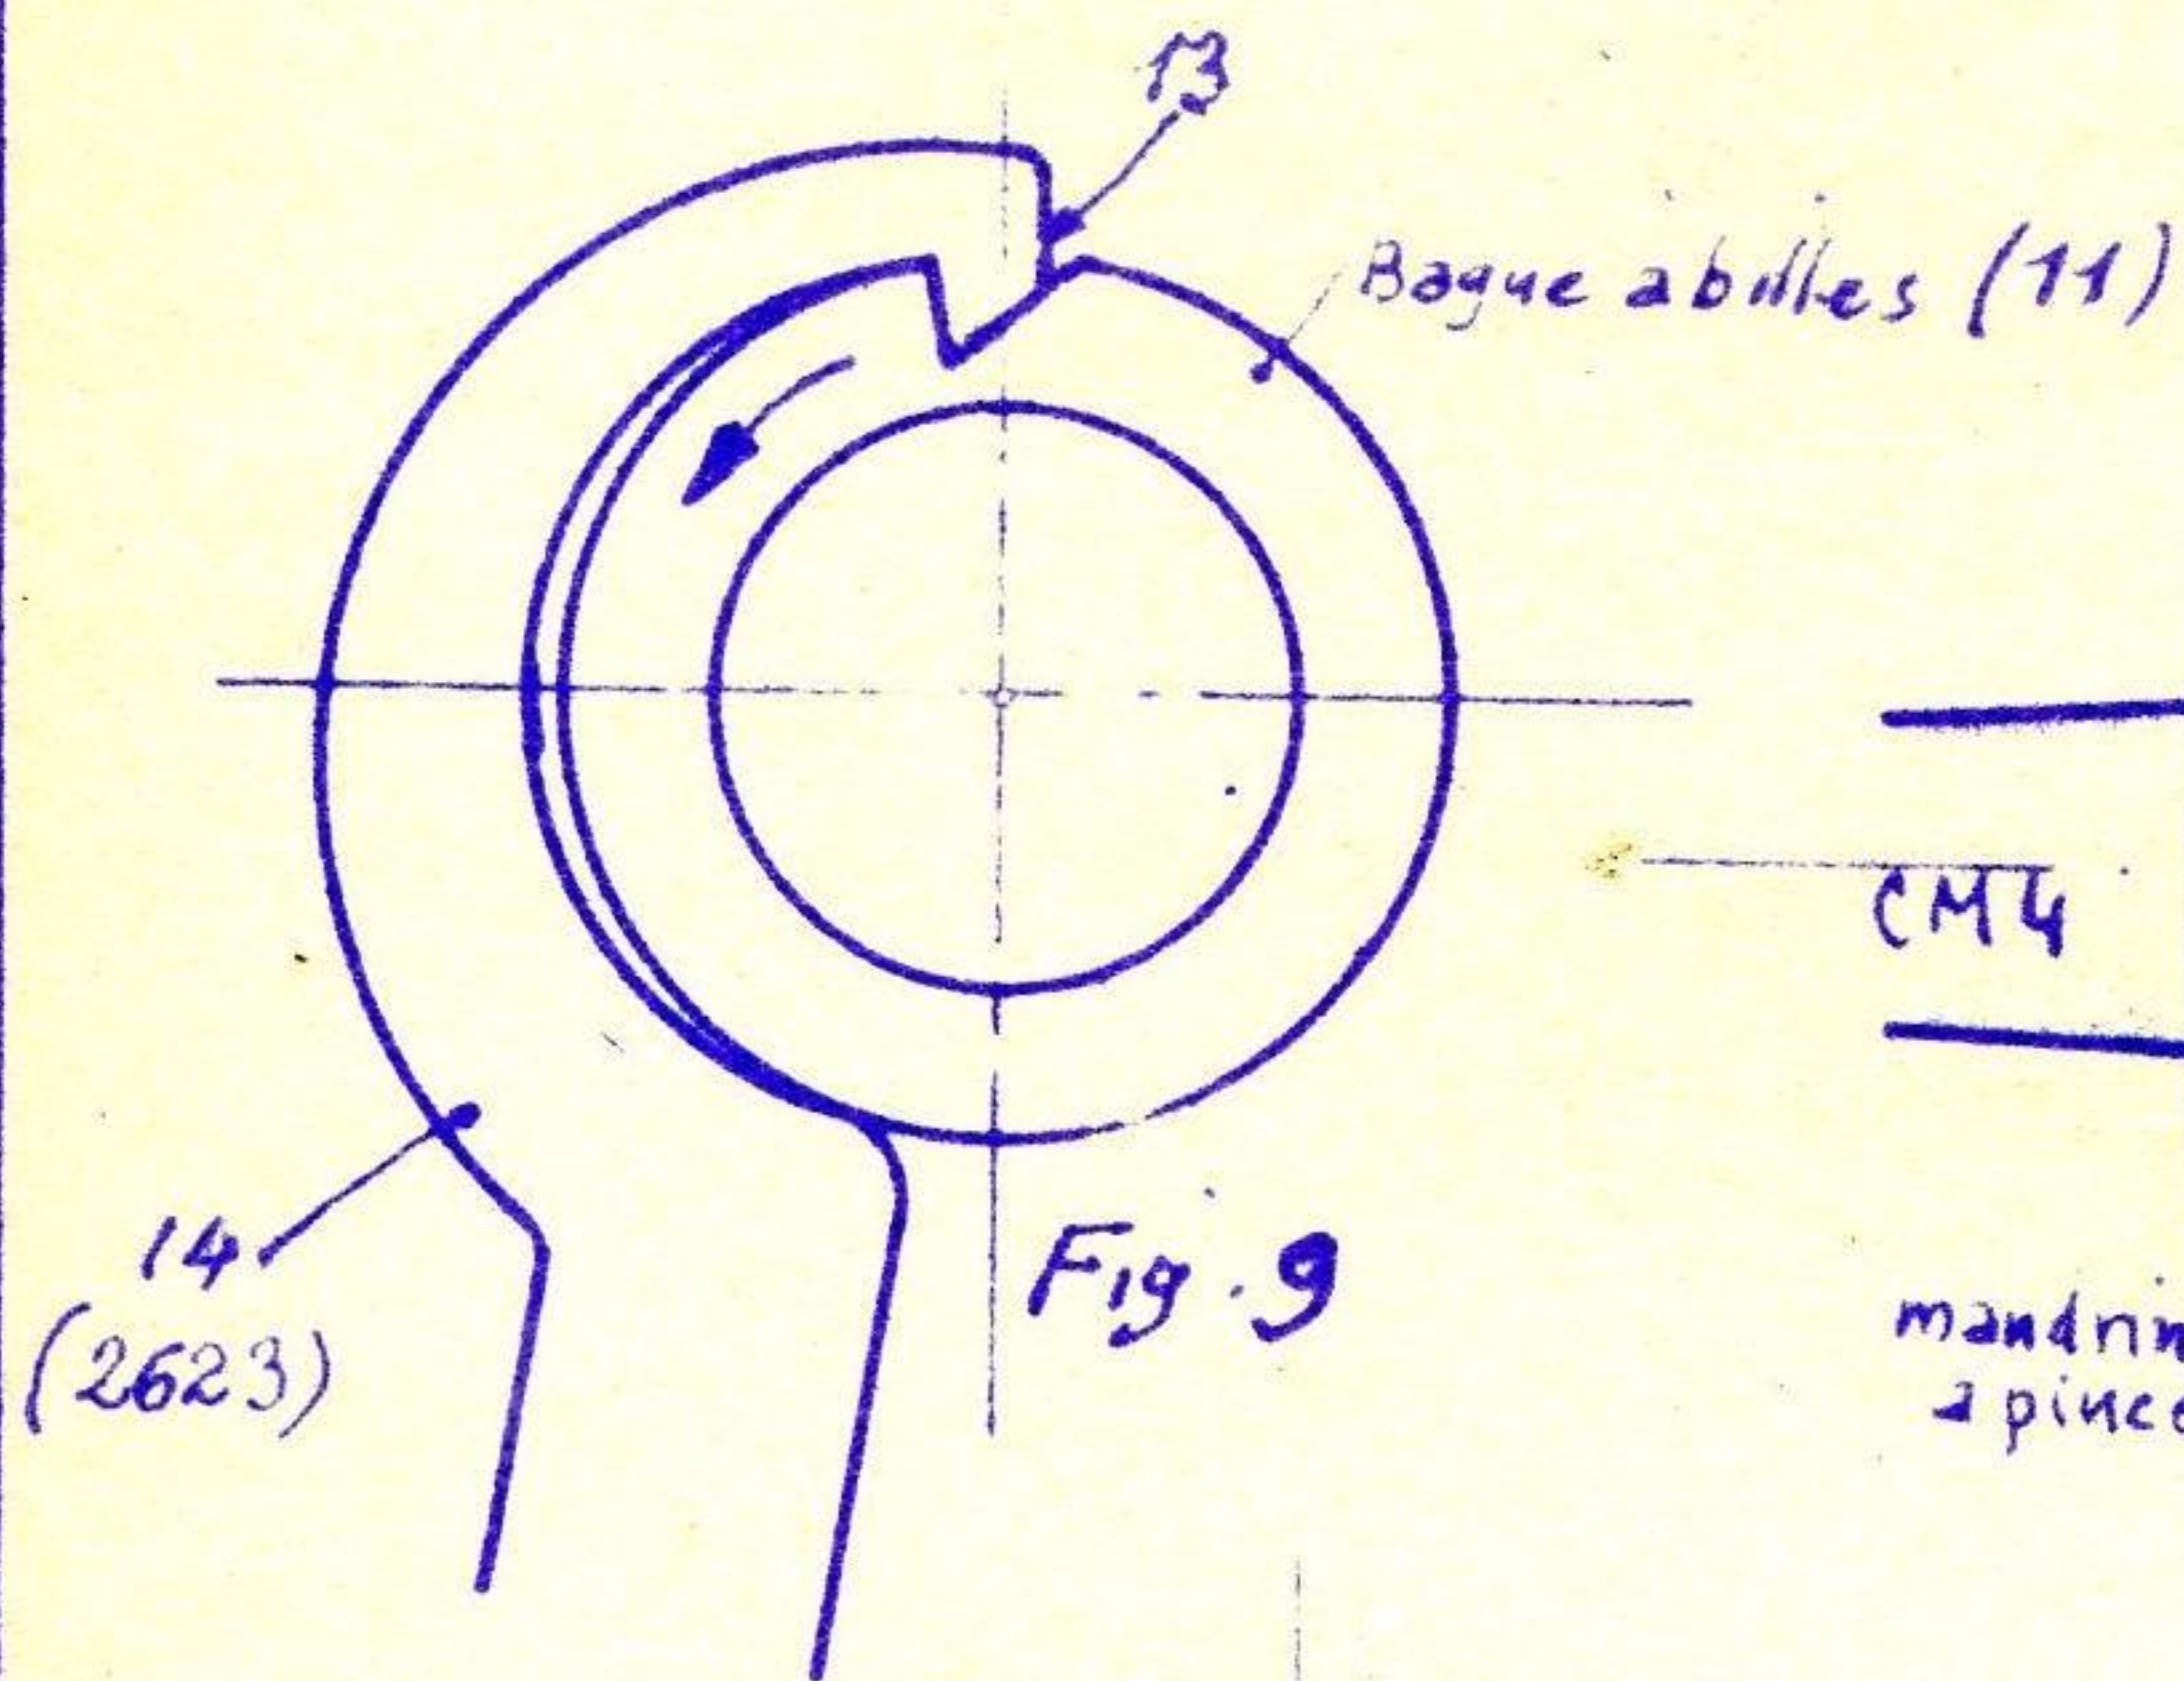

Fig. 9
Grâce aux billes, un simple blocage manuel suffit. Pour le décollage, la main suffit également ; toutefois, en cas de coincement, le décollage est assuré par un cran (13) fig.9 dans lequel peut s'engager une clé spéciale (14) fournie avec la machine.